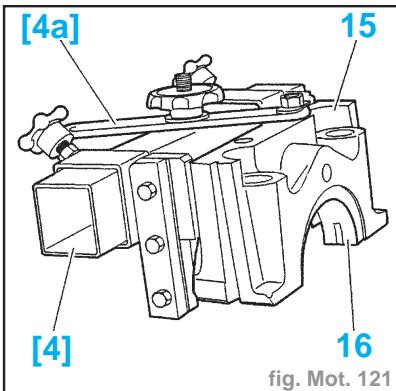
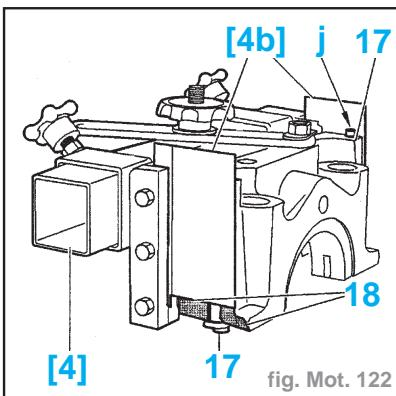

fig. Mot. 121
fig. Mot. 122
- Placer l'outil [4] (-.0153-A) sur le chapeau de palier n°1 (15) (fig. Mot. 121) :
- Mettre en place le coussinet (16) sur le chapeau de palier.
- Placer les joints latéraux (17) dans la gorge du chapeau de palier avec le minimum de dépassement en "j" (fig. Mot. 122).
- Placer les clinquants [4b] sur l'outil [4] au-dessus du talon (18) de chapeau de